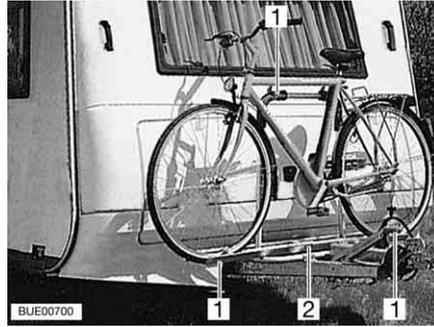

Fig. 13 Portabicicletas en la parte delantera
- Colocar las bicicletas sobre el portabicicletas (Fig. 13,2) y atarlas con las correas de cierre rápido (Fig. 13,1).